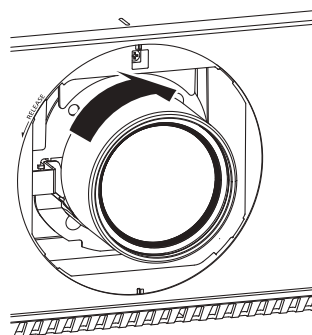

図 2
- 2) 時計方向に「カチッ」と音がするまで回す (図 2)